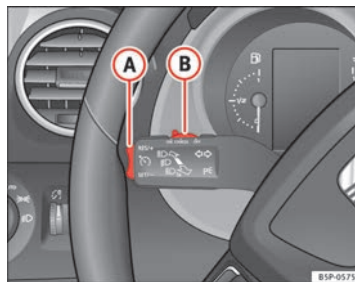

Fig. 155 Leva degli indicatori di direzione e degli abbaglianti: interruttore e tasto di comando del regolatore di velocità
- Premere la parte superiore del tasto **RES/+** ⇒ fig. 155 **A** per aumentare la velocità. La velocità sale finché si tiene premuto il tasto. Il sistema memorizza come parametro di riferimento la velocità raggiunta nel momento in cui si lascia andare il tasto.
Se si riduce la velocità schiacciando il pedale del freno, il regolatore si disattiva. Per riattivare il regolatore di velocità si deve premere una volta sulla parte superiore del tasto **RES/+** ⇒ fig. 155 **(A)**.